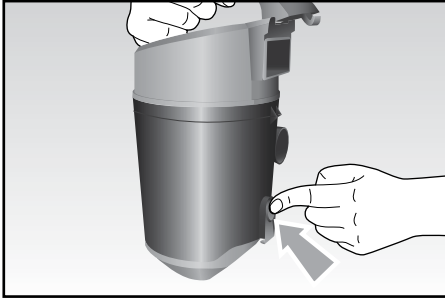

Fig. 7
- Svuotare il contenitore della polvere (E), aprendo il coperchio mediante il relativo pulsante di sgancio (Fig. 7).